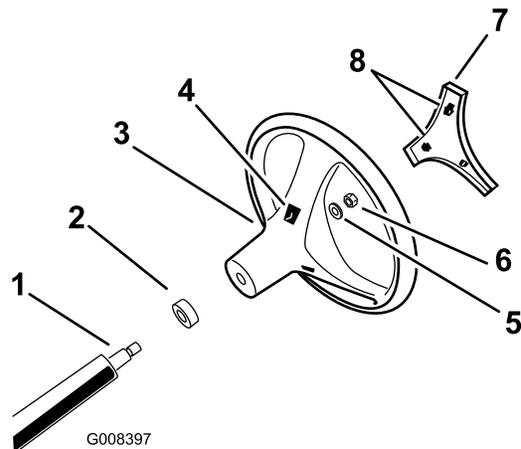

Figure 3
1. En passant par les ouvertures à l'arrière du volant, dégagez les languettes de verrouillage du couvre-moyeu et déposez le couvre-moyeu du volant (Figure 3).
2. Retirez le contre-écrou et la rondelle de l'arbre de direction (Figure 3).
3. Alignez le volant sur les cannelures de l'arbre de direction (Figure 3).
4. Montez la rondelle et le contre-écrou sur l'arbre de direction (Figure 3).
- Alignez les languettes de verrouillage du couvre-moyeu sur les ouvertures dans le volant et enfoncez le couvre-moyeu jusqu'à ce que les languettes s'enclenchent en place (Figure 3).